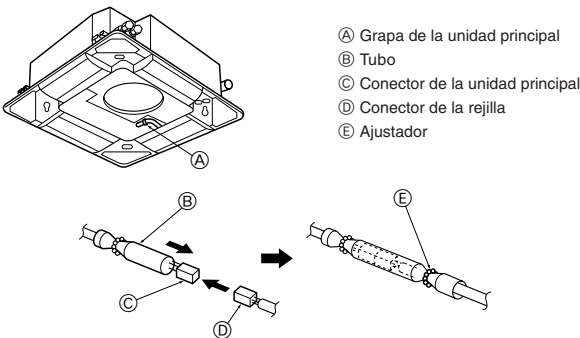

Fig. 5-8
5.4.4. Conexión de cables (Fig. 5-8)